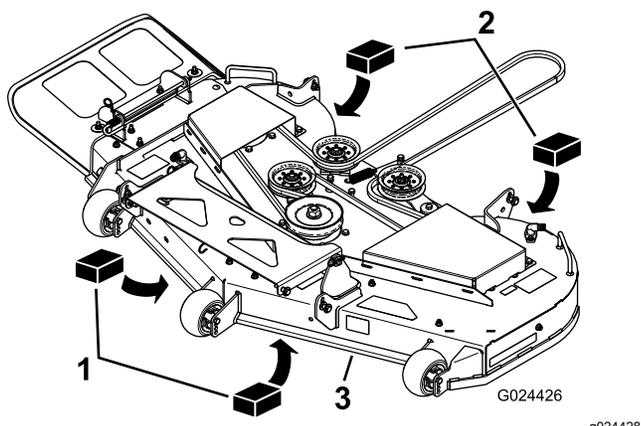

Figura 63
3. Coloque dos bloques de 6.66 cm (2⁵/₈") debajo de cada lado del borde delantero de la carcasa, pero no debajo de los soportes de los rodillos protectores del césped (Figura 63).
4. Coloque dos bloques de 7.3 cm (2⁷/₈") de grosor debajo del borde trasero del faldón de la carcasa de corte, uno en cada lado de la carcasa de corte (Figura 63).